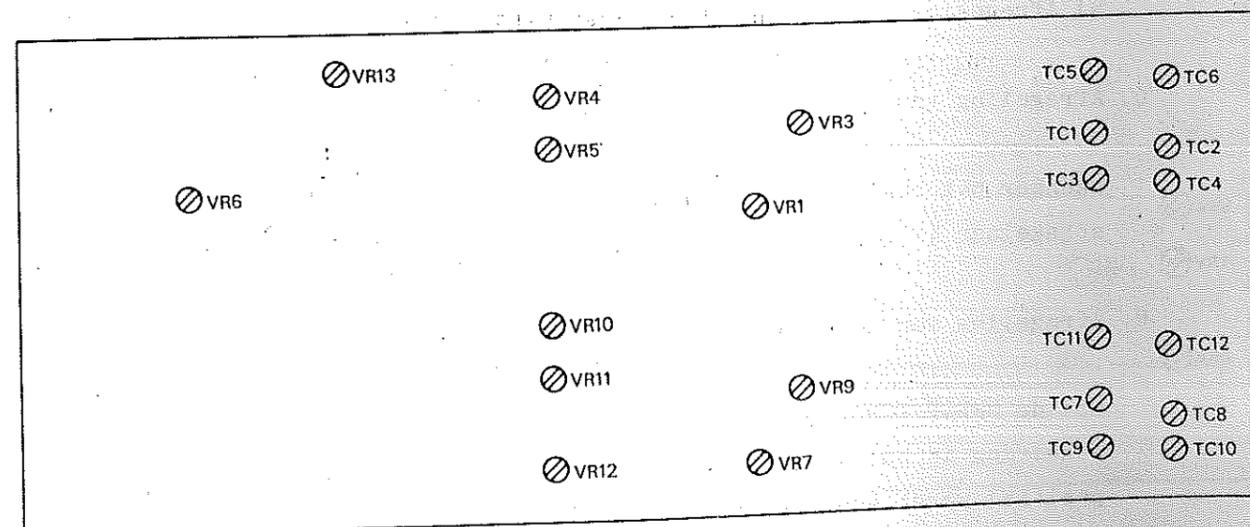

Fig. 13
1. Afregeling van de verzwakkers (fig. 13.)